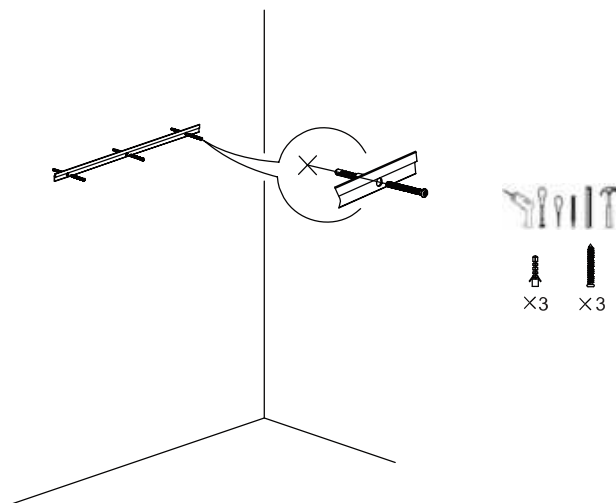

Fig. 2
1.4 Introduzca los tacos de expansión en los orificios de la pared con un martillo, luego apriete los tornillos con un destornillador para fijar la barra y calibre el nivel con un nivel de burbuja (fig. 2).